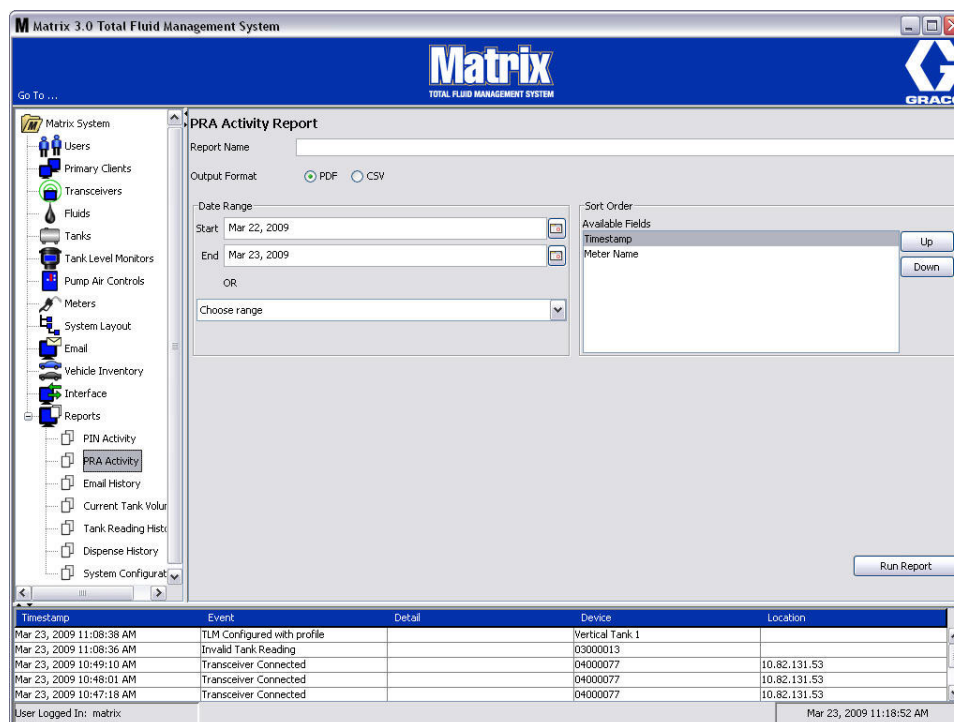

Рис. 169
- Экран «PRA Activity» [Активность PRA (допуска склада продукции)] (Рис. 169)